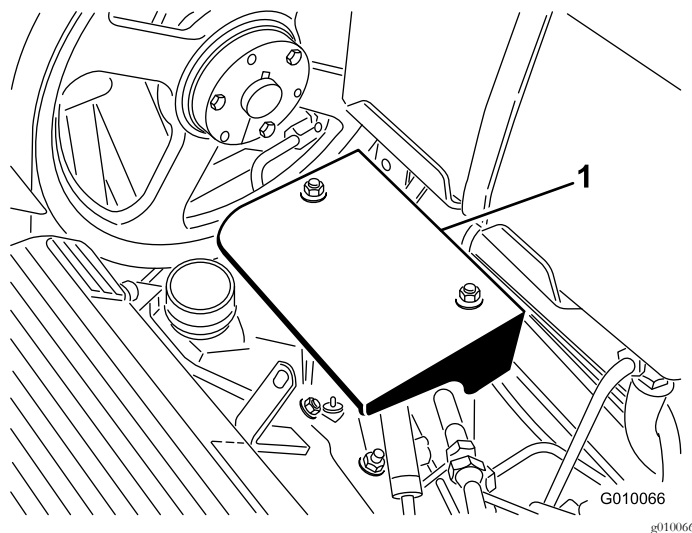

Figura 56
3. Retire las 2 tuercas de montaje del protector de la bomba, y retire el protector (Figura 56).